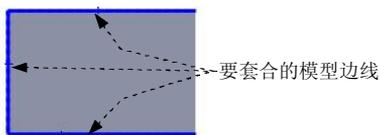

图 1.2.8 要套合的对象
Step3. 选取要套合的对象。在图形区选取图 1.2.8 所示的三条模型边线作为要套合的对象。